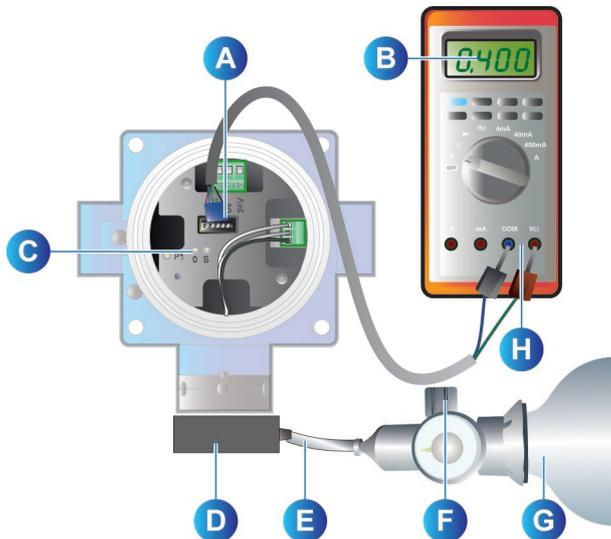

Figura 14 : regolazione dello zero: OLCT 100
3. Inserire la spina del raccordo di misurazione nel connettore (Figura 14 : regolazione dello zero: OLCT 100
4. collocare la protezione di calibrazione sul sensore di rilevamento (Figura 14 : regolazione dello zero: OLCT 100, rep. D